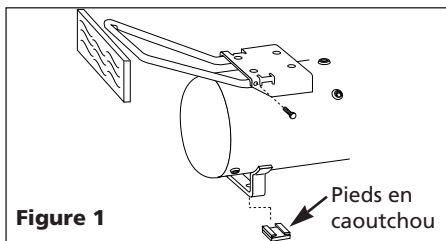

Figure 1
2. Placer un morceau de bois court contre le bout de la poignée et le frapper avec un maillet ou un marteau pour enfoncer la poignée dans la plaque de base jusqu'à ce que les trous dans la poignée et la plaque de base soient alignés. (Voir Fig. 1).
4. Écarter les ouvertures dans les pieds et les glisser sur le support de fer. Positionner les pieds comme indiqué sur Fig.1.